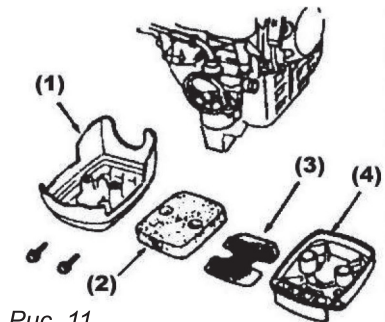

Рис. 11
9.1. Воздушный фильтр (рис. 11)